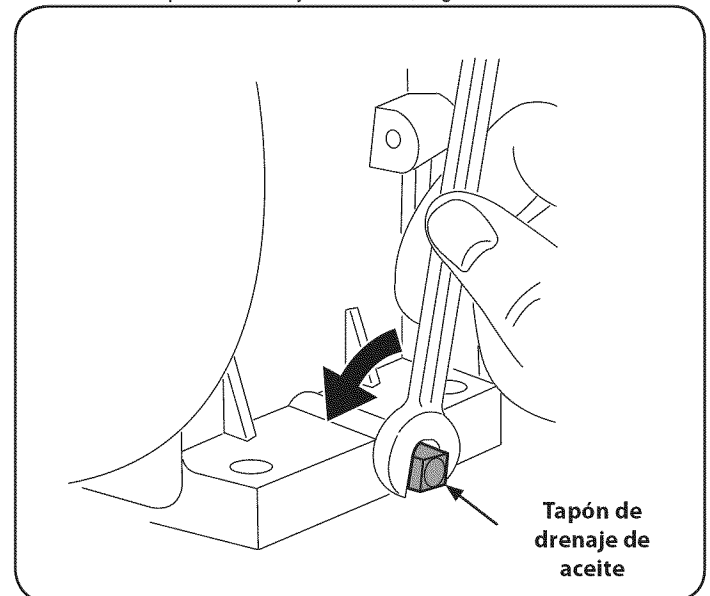

Figura 8
3. Retire el tapón de drenaje de aceite, Figura 8.